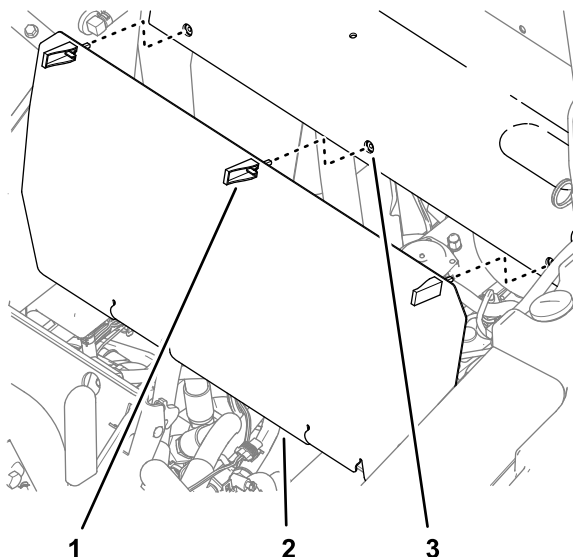

Bild 3
1. Öffnen Sie die Riegel an der hinteren Abdeckung (Bild 3).
2. Nehmen Sie die hintere Abdeckung von der Maschine ab (Bild 3).